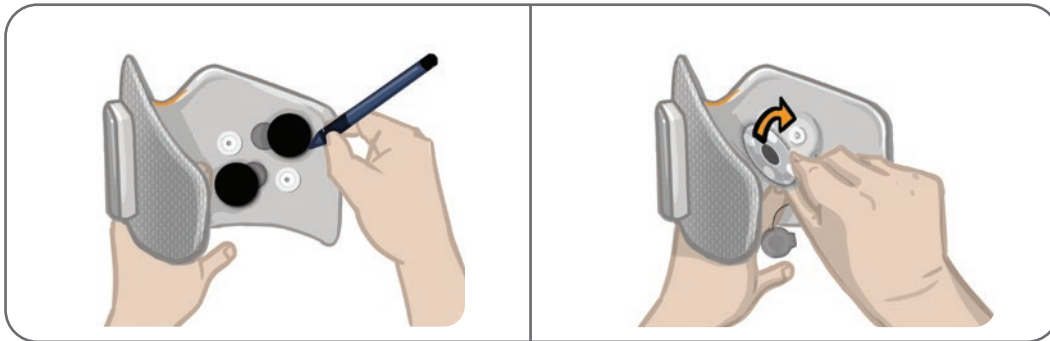

Figura 11-8: Marcar a posição das bases dos eletrodos (à esquerda)
1. Remova as coberturas de fios e marque a posição das bases de eletrodos usadas no forro do manguito com um marcador permanente. Veja a Figura 11-8.
2. Desconecte os encaixes das bases dos eletrodos dos orifícios de plugue. Veja a Figura 11-8.